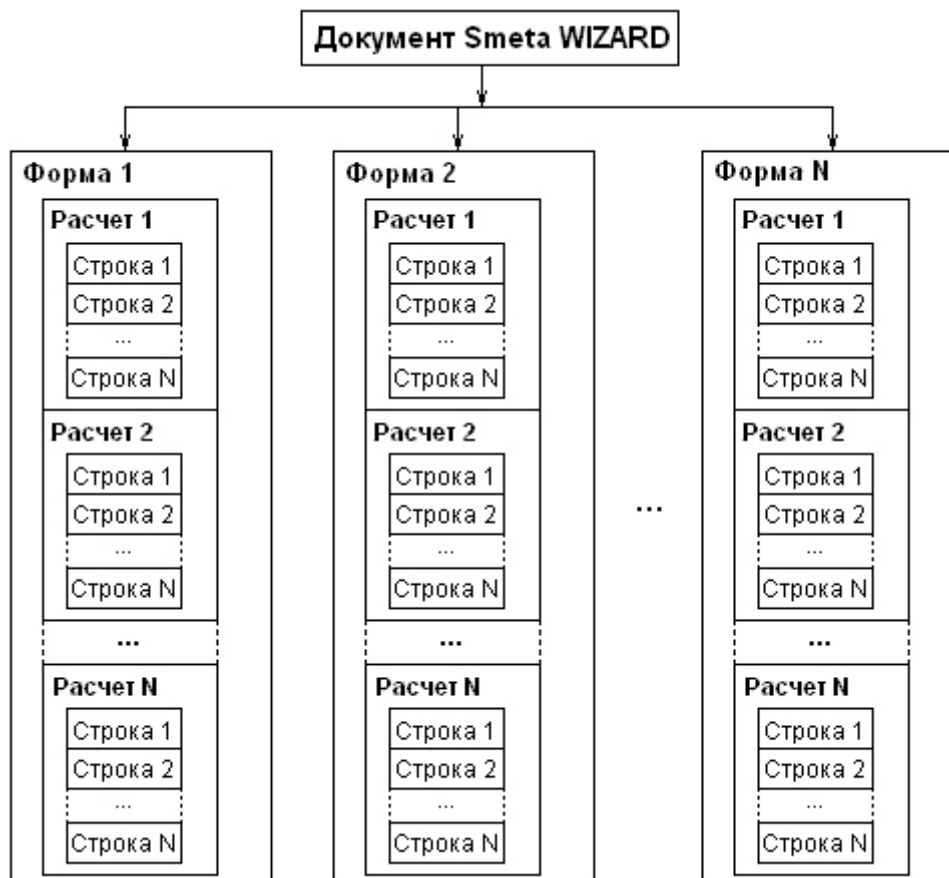

Рис. 1.16 Логическая структура документа
**Логическая структура** (рис. 1.16) документа представляет собой «жесткую» конструкцию взаимосвязанных объектов.